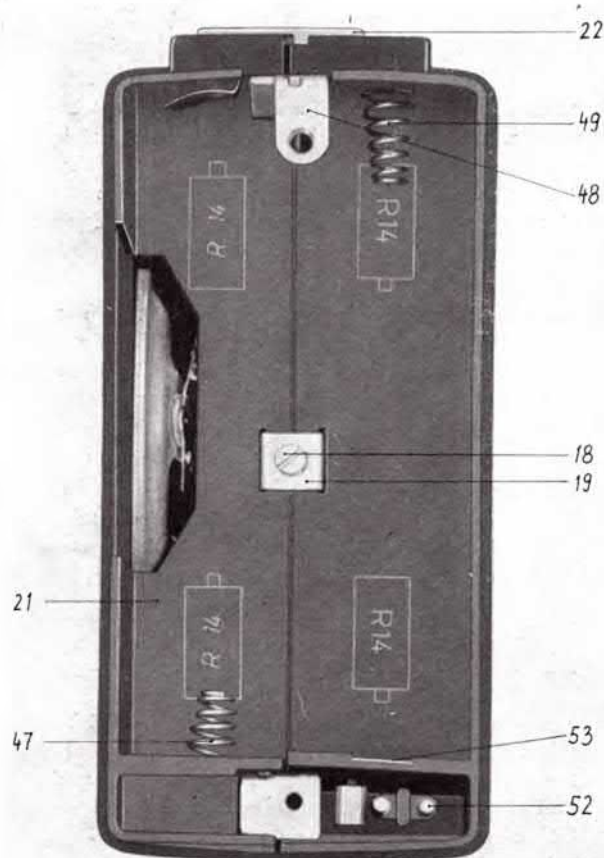

Abb. 2
Zum Öffnen des Gerätes sind zunächst die Batterien herauszunehmen und die in der Batteriekammer sichtbare Schlitzschraube (18) mit Klammer (19) zu entfernen (Bild 2). Anschließend werden die Befestigungsschrauben (17) herausgeschraubt, und das Seitenteil (20) kann abgenommen werden (Bild 1).